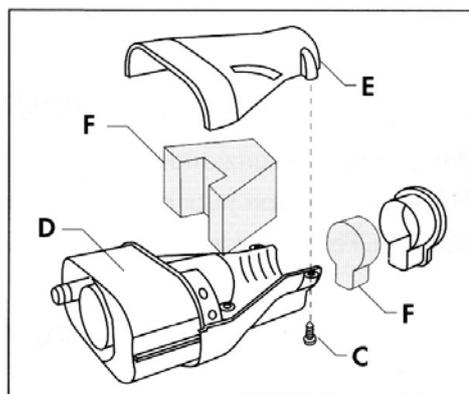

Fig. 20
- svitare le viti (C) del monoblocco (D) **(Fig. 20)**
- rimuovere il semiguscio superiore (E)
- sostituire i filtri antifumo (F) inserendoli nella sede
- riavvitare il semiguscio (E) facendo attenzione che le parti combacino fra loro